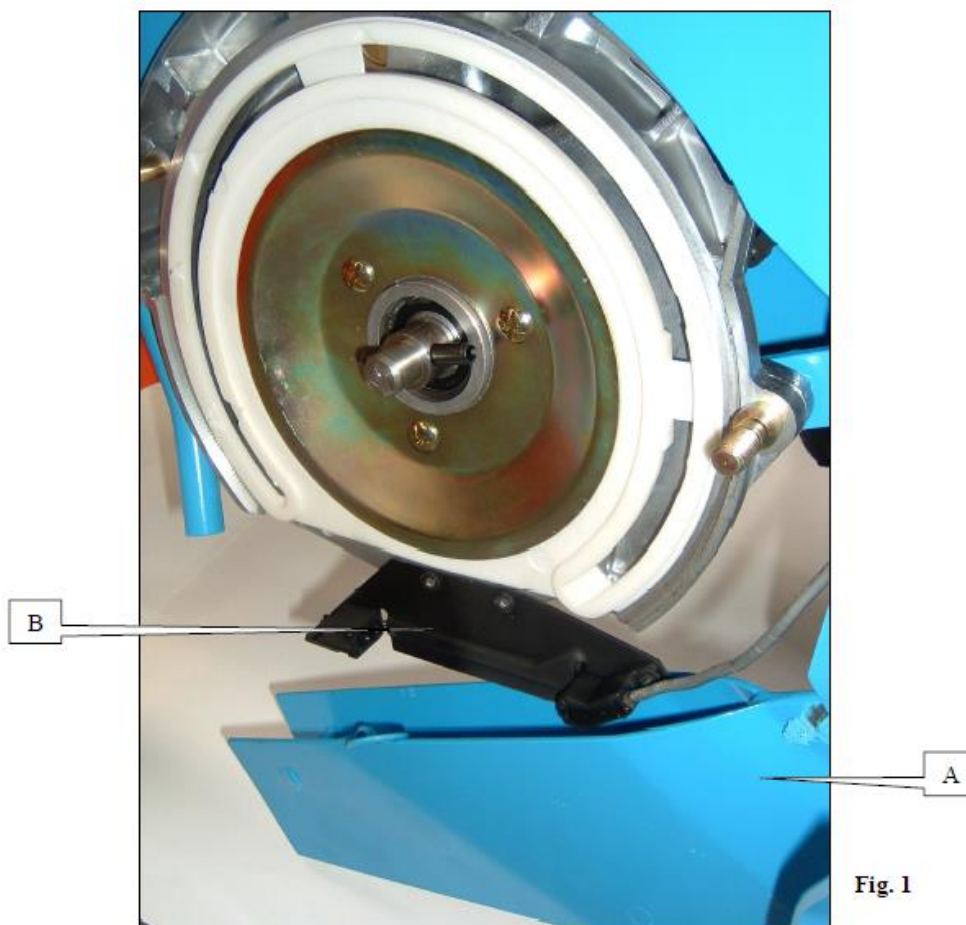
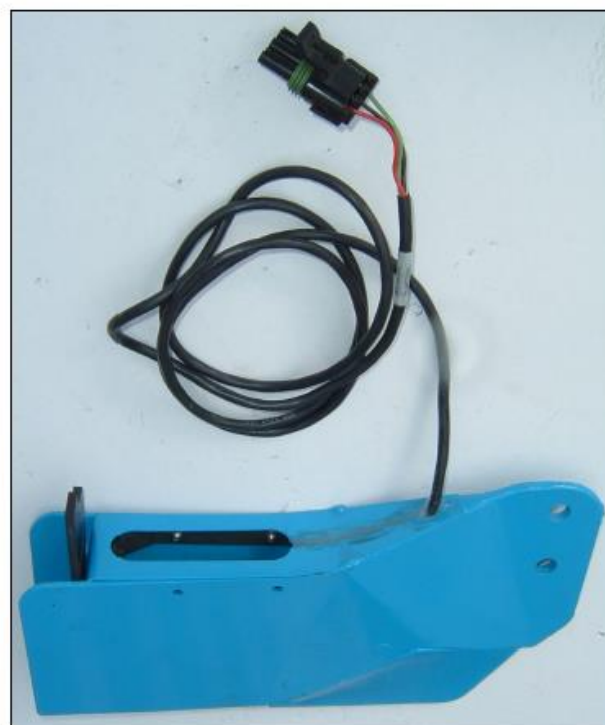

Fig. 1
Fig. 2
c) Montaż na siewniku NC (Fig. 1) i montaż na siewniku MS (Fig. 2).
c) Montaż na siewniku NC (Fig. 1).